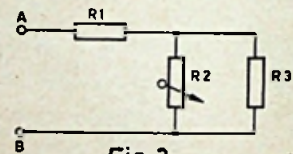

Fig. 3
- ③ Tussen de klemmen A en B bevindt zich een spanningsbron met een e.m.k. van 200 volt en een inwendige weerstand van $0,5 \Omega$ (fig. 3).